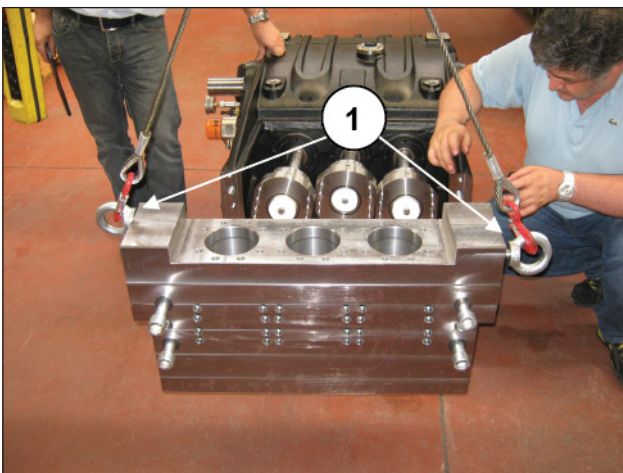
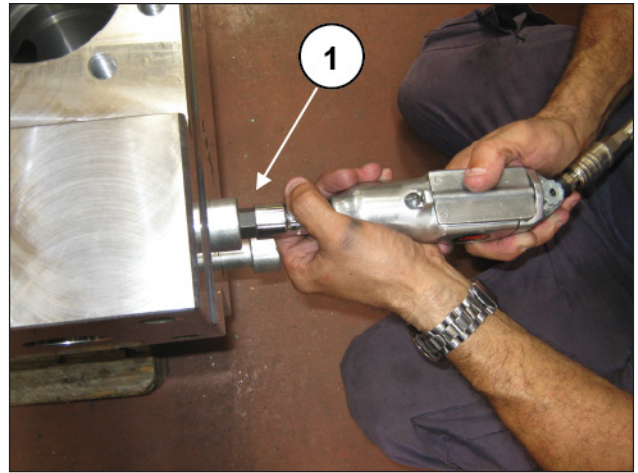

Abb. 167
Abb. 168
Montieren Sie zwei Ösenschrauben M24 in die Befestigungsbohrungen des Druckflansches (Pos. ①, Abb. 167) und lösen Sie anschließend die 4 Schrauben M24, die den Kopf am vorderen Gehäuse befestigen (Pos. ①, Abb. 168).